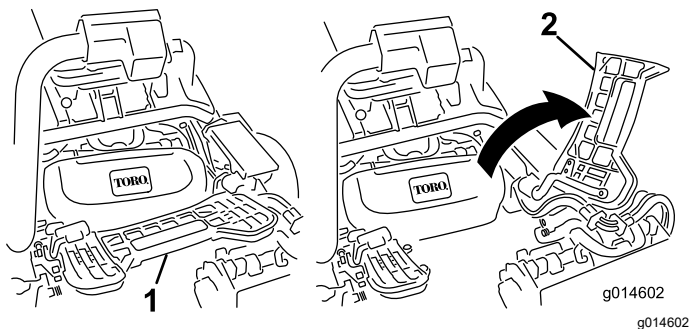

図 50
1. フットレストを跳ね上げて開き、中央カッティングユニット取り付け位置へのアクセスを確保する 図 50。